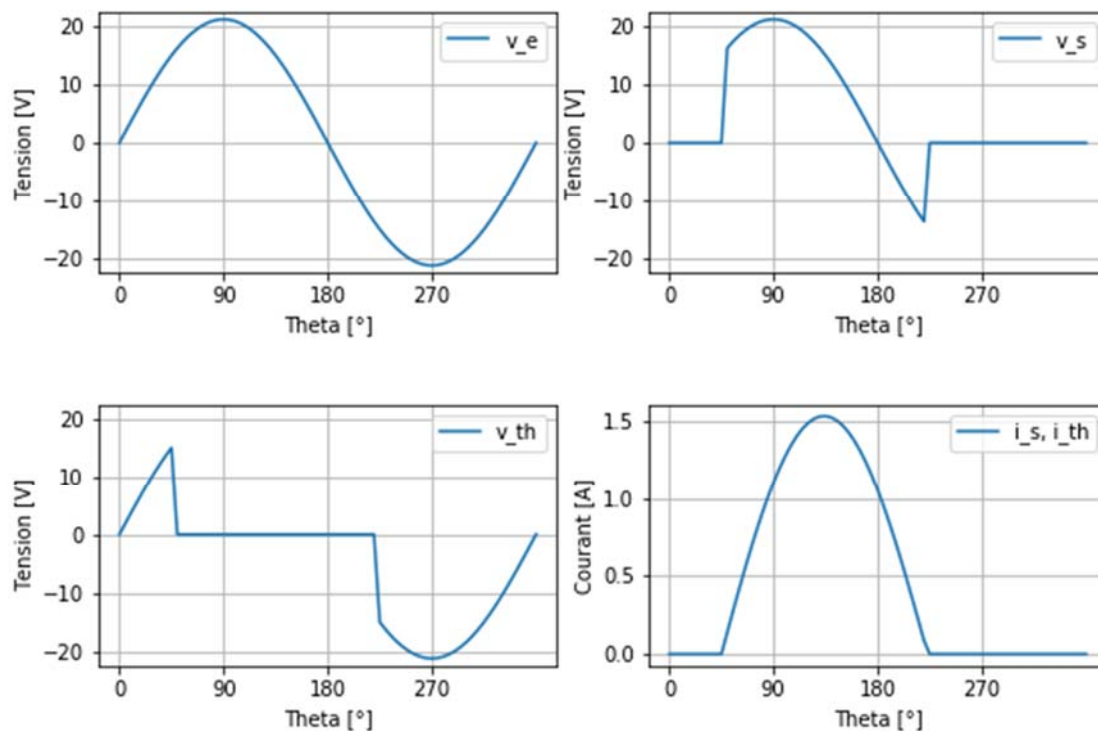

Figure 2 : Chronogrammes de v_e , v_s , i_s et v_{th} à angle de retard à l'amorçage α donné
2. Tracer v_e , v_s , i_s et v_{th} sur l'intervalle $[0, 2\pi[$ pour $V_e = 15 \text{ V}$, $R = 10 \Omega$, $f = 50 \text{ Hz}$, $L = 30 \text{ mH}$ et différentes valeurs de α . La Figure 2 montre le genre d'affichage que le programme doit faire.